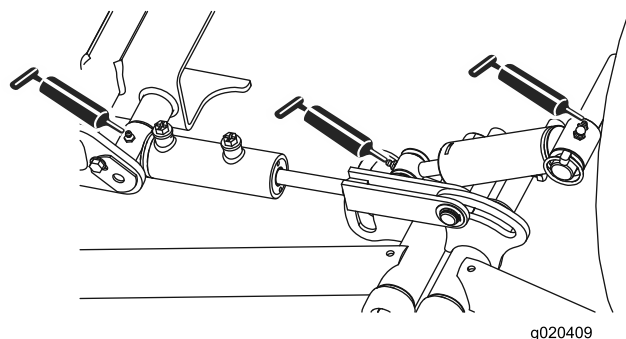

図 43
- ・ 前昇降アームのピボットと昇降シリンダ（各3ヶ所）（図 43）